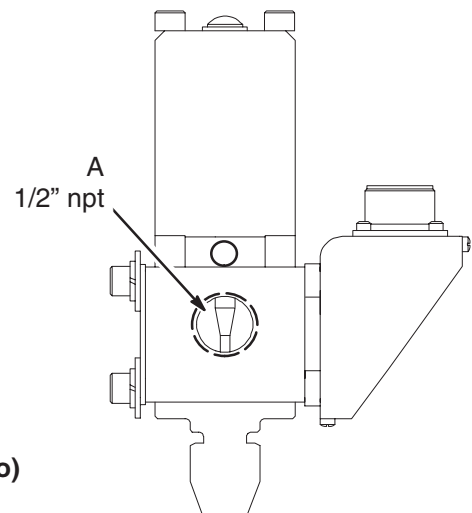

Fig. 4
Asegúrese de conectar las líneas de aire a los orificios apropiados (vea la Fig. 4), sujete firmemente las líneas de aire a los orificios de aire de la válvula dispensadora (F).
Sujete firmemente la manguera de producto al orificio de entrada de producto de la válvula dispensadora (A). Vea la Fig. 4.